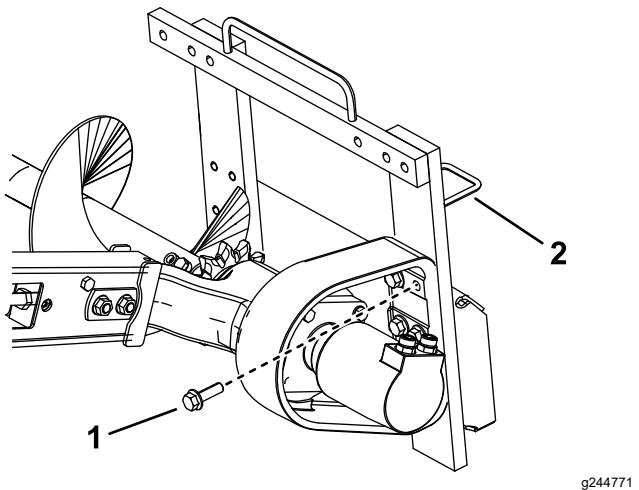

Figura 8
3. Retire los 6 pernos que fijan el cabezal de la zanjadora al bastidor (Figura 8).
- Mueva las mangueras desde la guía que está encima de la zanjadora hasta la guía del lado izquierdo (Figura 8).